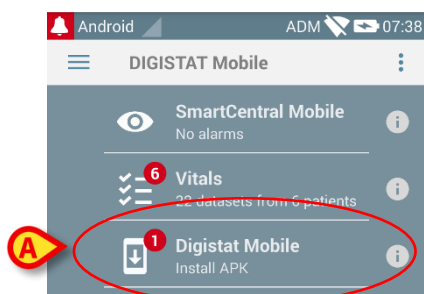

Fig 9
- Tryck på linjen som anges i Fig 9 **A**.